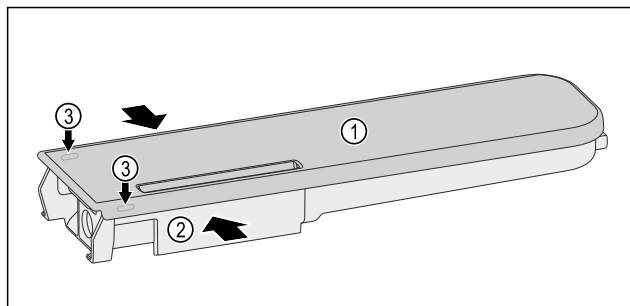

Fig. 123
- Wasserbehälter Fig. 123 (2) zusammendrücken und Deckel Fig. 123 (1) vorsichtig über die Rastnasen Fig. 123 (3) hebeln und hochziehen.
- Deckel Fig. 123 (1) leicht hin- und herbewegen und nach oben entnehmen.